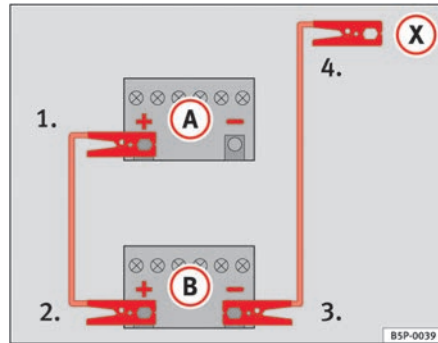

Abb. 204 Schema für das Anklemmen der Starthilfekabel
In der ⇒ Abb. 204 ist (A) die entladene Batterie und (B) die stromgebende Batterie.
1. Klemmen Sie ein Ende des roten Starthilfekabels an den Pluspol ⇒ Abb. 204 (+) des Fahrzeugs mit der entladene Batterie ⇒ !.
4. Klemmen Sie das andere Ende des schwarzen Starthilfekabels (X) beim Fahrzeug mit der entladene Batterie an ein massives, fest mit dem Motorblock verschraubtes Metallteil oder an den Motorblock selbst an, jedoch nicht in der Nähe der Batterie ⇒ !.